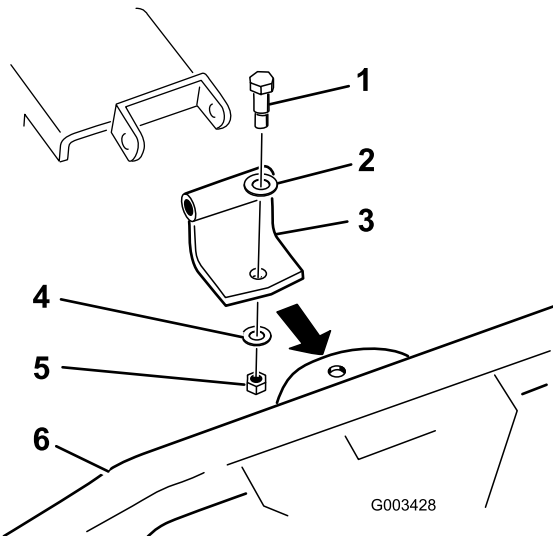

Figura 3
1. Instale o suporte de articulação curva no ancinho de mola como se mostra na Figura 3.